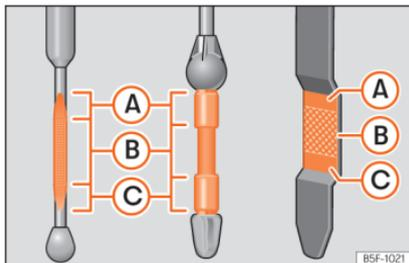

Fig. 232 Vareta de medição do nível de óleo.
- Em seguida, retire-a novamente e verifique o nível do óleo »» Fig. 232. Caso seja necessário, reponha óleo do motor.
- Quando o nível de óleo atingir pelo menos a zona »» Fig. 232 (B), enrosque a tampa do bocal de enchimento com cuidado »» !.
Se o nível do óleo se encontrar por cima da zona »» Fig. 232 (A), não ponha o motor em funcionamento. Pode causar danos no motor e no catalisador. Informe uma oficina especializada.
O nível do óleo não pode ultrapassar, em caso algum, a zona »» Fig. 232 (A). Caso contrário, poderia ser aspirado óleo pela ventilação do cárter da cambota e chegar à atmosfera através do sistema de escape.